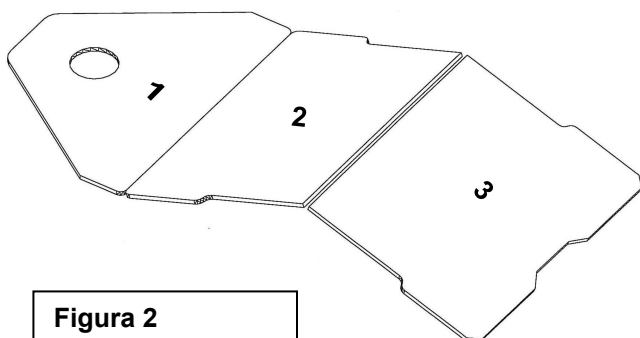

Figura 2
- 1 – Poziționați fundul respectând ordinea indicată în figura 2 sau 3, în funcție de model: